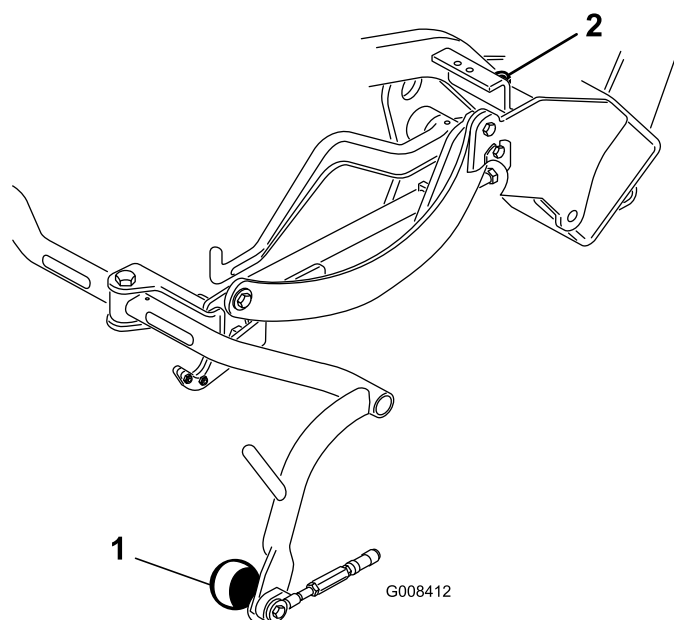

図 10
3. 調整が必要な場合には、キャリア・フレームのストップねじ（図 10）についているジャムナットをゆるめ、ストップねじの高さを変えてキャリア・フレームの高さを調整する。調整ができればジャムナットを締めて調整を固定する。